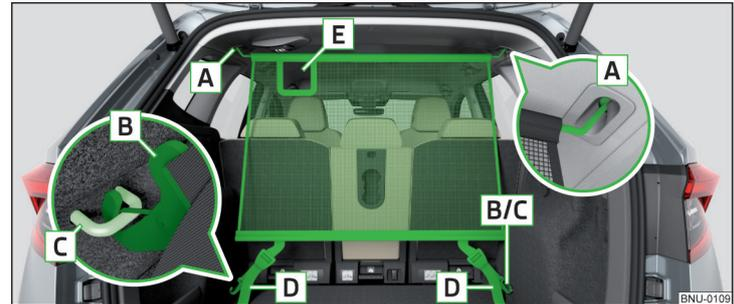

Abb. 148 Netztrennwand hinter den Rücksitzen
- Zum **Einbau** die Querstange in die Aufnahme **A** erst auf der einen Seite einsetzen und nach vorn drücken. Auf gleiche Weise die Querstange auf der anderen Fahrzeugseite in die Aufnahme **A** einsetzen » Abb. 148.
- Die Gurte an den freien Enden **D** straff ziehen » Abb. 148.